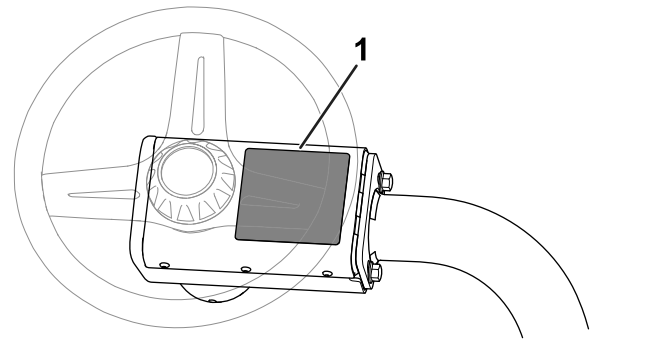

Figura 12
- **Pegatina de advertencia CE:** Aplique la pegatina de advertencia CE (Pieza N° 139-8321) sobre la pegatina de advertencia existente (Pieza N° 139-8320) en la cubierta del volante; consulte la Figura 12.